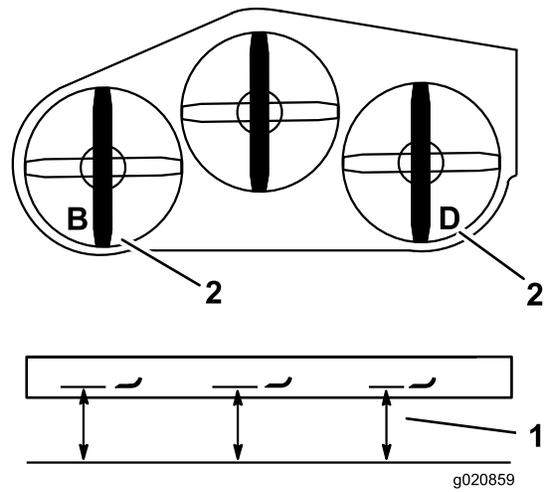

Figura 85
2. Mida la cuchilla izquierda en la posición **B** desde una superficie nivelada hasta el filo de corte de la punta de la cuchilla, y anote esta medida (Figura 85).
3. Mida la cuchilla derecha en la posición **D** desde una superficie nivelada hasta el filo de corte de la punta de la cuchilla, y anote esta medida (Figura 85).
Nota: La medida de la posición **B** no debe variar en más de 3 mm de la medida de la posición **D**. (Figura 85). Si no es correcta la distancia, continúe con los pasos siguientes.